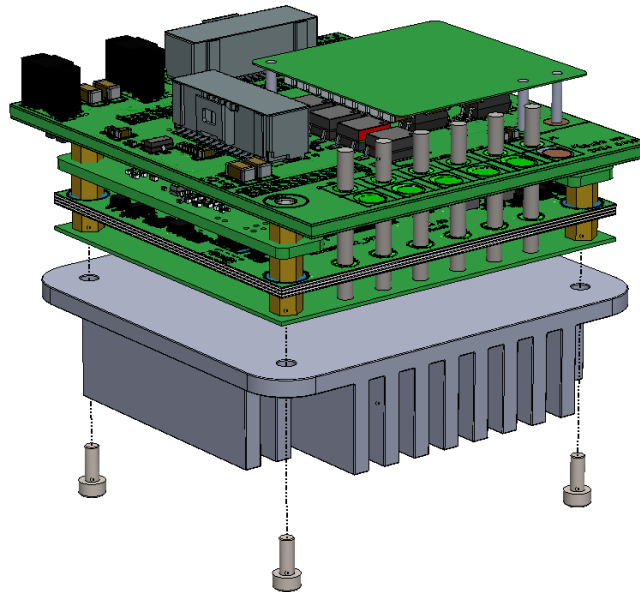

图 2-1 驱动器 3D 模型
- 1) 在安装板的背面标注螺孔位置，孔间距参考图 2-1 如图，散热片孔规格为 $\Phi 3.5$ 通孔。